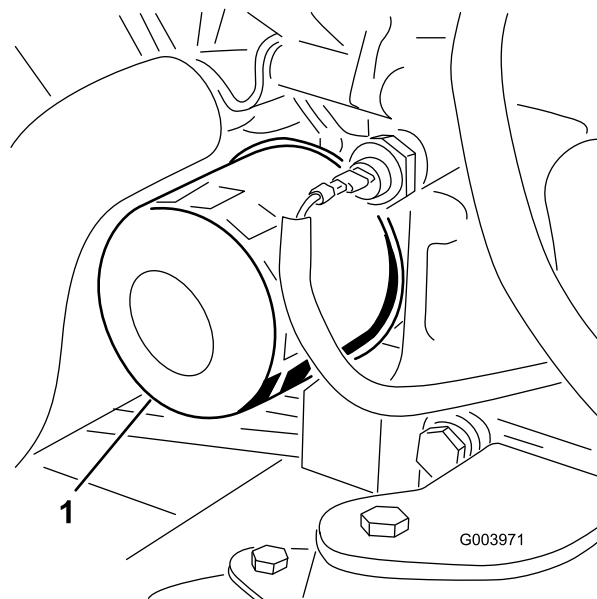

Figura 62
3. Retire el filtro de aceite (Figura 62).